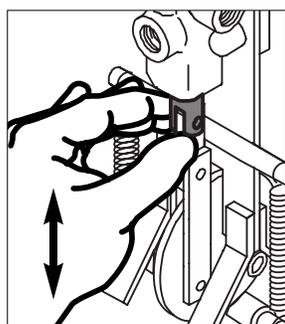

fig. 5
- B** Vérifier à la main si la tige de la valve de renverse coulisse facilement — *fig. 5*. Si ce n'est pas le cas, elle peut être égratignée ou les 4 boulons à l'arrière de la valve peuvent être trop serrés.